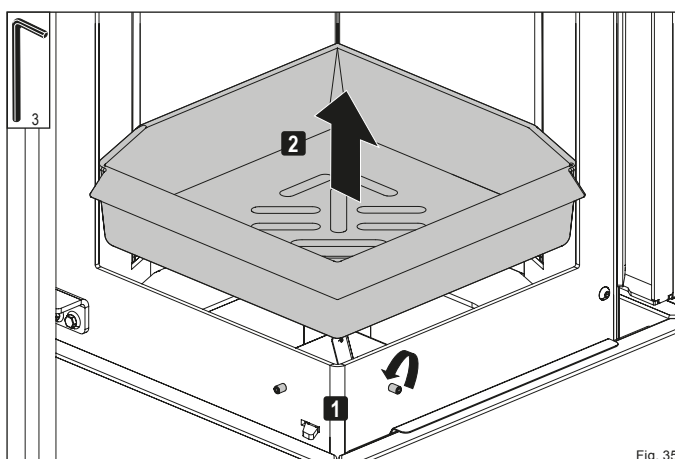

Fig. 35
- Desserrez les vis de réglage **1** et soulevez la grille foyère **2** (Fig. 35).